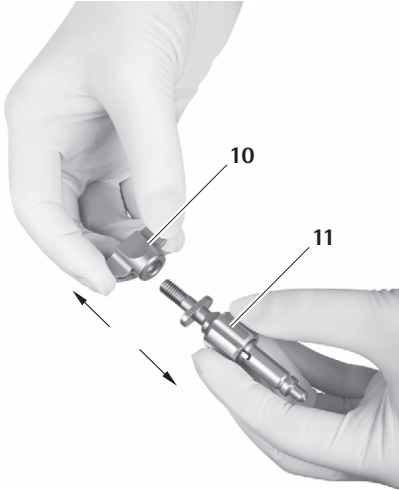

Fig. 17
- ▶ Svitare il dado ad alette 10 dell'adattatore braccio di tenuta 11, vedere Fig. 17.